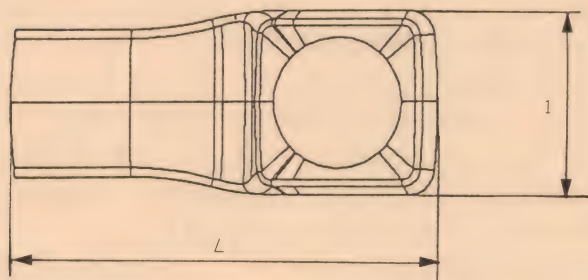
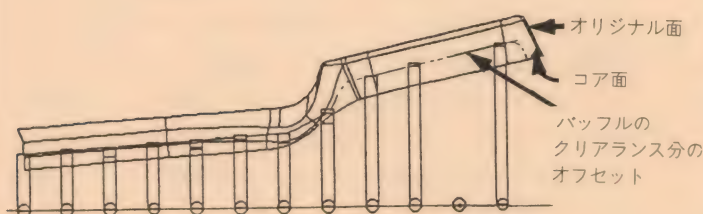

図 7
図 8
②a) 長手方向両端の距離  $L$  を水穴最小ピッチで除した値の切下げ値で再度、両端距離  $L$  を除し、長手方向ヨコ水穴ピッチ  $W_p$  を求める (図 7)。
②b) 幅方向両端距離  $1$  をヨコ水穴ピッチで除した値の切下げ値で再度  $1$  を除し、幅方向ヨコ水穴ピッチ  $B_p$  を求める。
②c) オリジナル・サーフィスをコア側に製品の厚さ分だけオフセットしたオフセット・サーフィスを作る。
②d) コア側サーフィスをさらにコア側水穴とのクリアランス分だけオフセットしたオフセット面を作る。
②e) コア側面の最下部から、タテ水穴の最小長さ分  $B_{min}$  だけ下がった位置に面を設定 (図 8)。